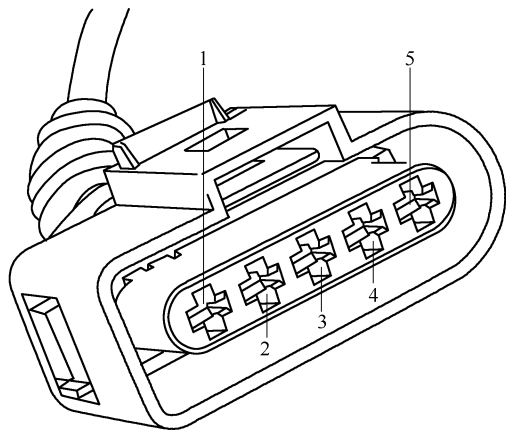

图 9-2-19 燃油存量传感器 G 上的 5 芯插头
2. 燃油存量传感器 G 上的 5 芯插头(见图 9-2-19)